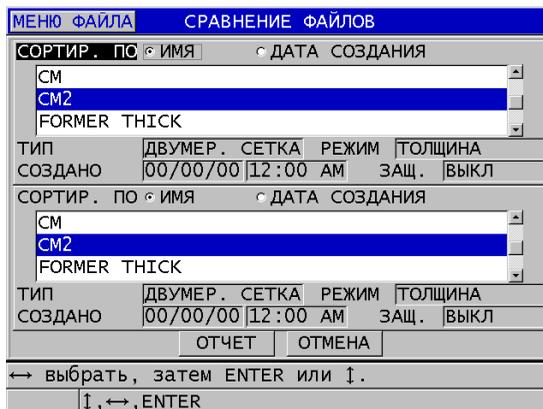

Рис. 11-33 Экран отчета СРАВНЕНИЕ ФАЙЛОВ
6. В окне **СРАВНЕНИЕ ФАЙЛОВ** (см. Рис. 11-33 на стр. 229):